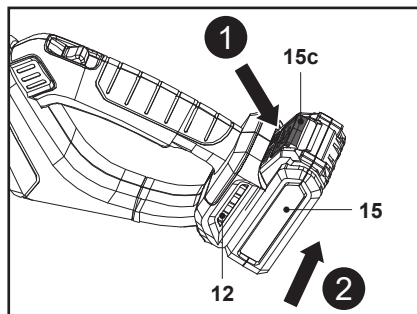

Fig. 4
2. Appuyer sur le bouton de déverrouillage (15c), puis retirer la batterie (15) du port de connexion de la batterie (12) (Fig. 4).